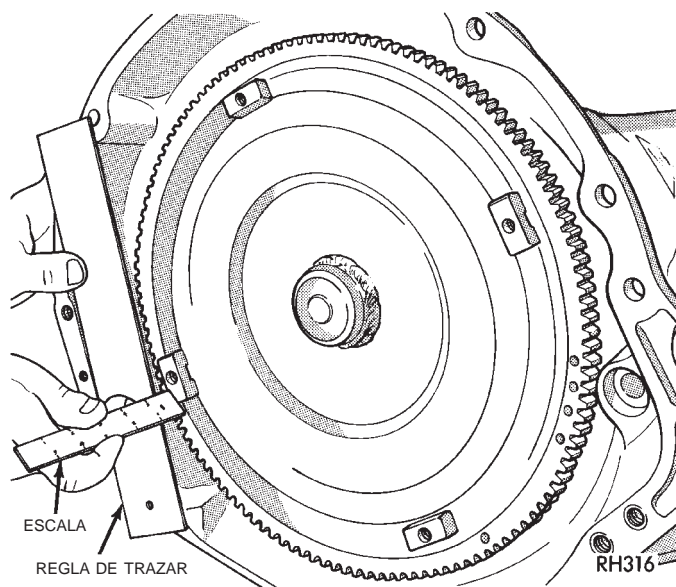

Fig. 18 Método característico de verificación del asentamiento del convertidor
(1) Inspeccione la maza del convertidor de par y las estrías de impulsión de la maza para verificar si existen bordes filosos, rebabas, rayas o mellas. Pule la maza y las escotaduras con lija de grano 320/400 o arpillera si fuese necesario. La maza debe estar lisa a fin de evitar que se dañe la junta de la bomba durante la instalación.
(2) Lubrique la maza de mando y el reborde de la junta de la bomba de aceite con líquido de la transmisión.
(3) Lubrique la maza de guía del convertidor con líquido de la transmisión.
(4) Alinee el convertidor y la bomba de aceite.
(5) Inserte cuidadosamente el convertidor en la bomba de aceite. Gire luego el convertidor hacia adelante y atrás hasta que asiente completamente en los engranajes de la bomba.
(6) Verifique el asentamiento del convertidor con una escala de acero y una regla de trazar (Fig. 18). Cuando el convertidor está completamente asentado, la superficie de las orejetas del convertidor debe estar a 12 mm (1/2 pulg.) de la parte posterior de la regla de trazar.
(7) Sujete momentáneamente el convertidor en el gato de carpintero.